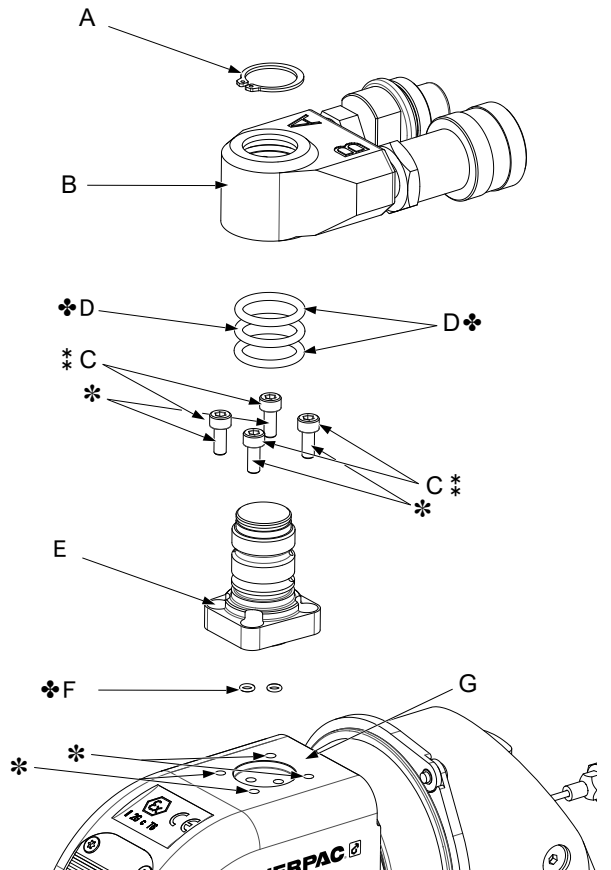
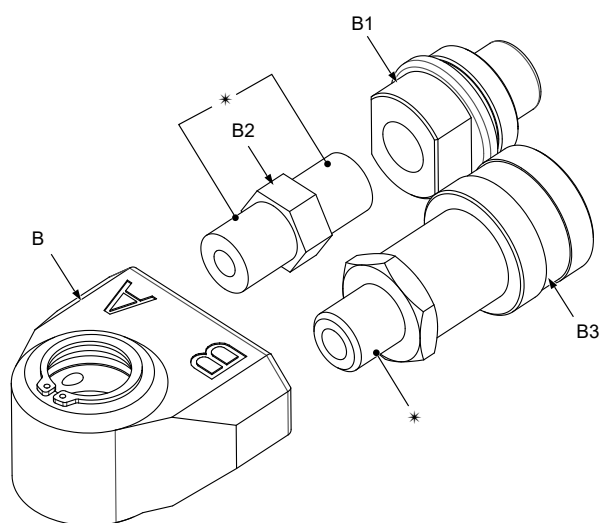

图 11: 旋转接头杆和旋转接头总成
图 12: 旋转接头总成分解图
7.2.1 液压旋转接头总成 (图 11 + 图 12)
1. 在快换母接头 (B3) 和直通接头 (B2) 的螺纹中涂上 Loctite 577 密封剂。具体位置请参见图 12。
1. 在扳手外壳的螺纹式安装孔中涂上少许 Loctite 243 螺纹密封剂。具体位置请参见图 11。
2. 在旋转接头杆 (E) 基座的端口处装上两个新的 O 型密封圈 (F)。
3. 将旋转接头杆 (E) 置于扳手 (G) 上, 确保液压端口对齐。确保 O 型密封圈 (F) 不会掉落或者受到挤压或切断。
4. 安装已脱脂的内六角螺钉 (D) 并拧紧至 3.7 Ft.lbs [5.1 Nm]。